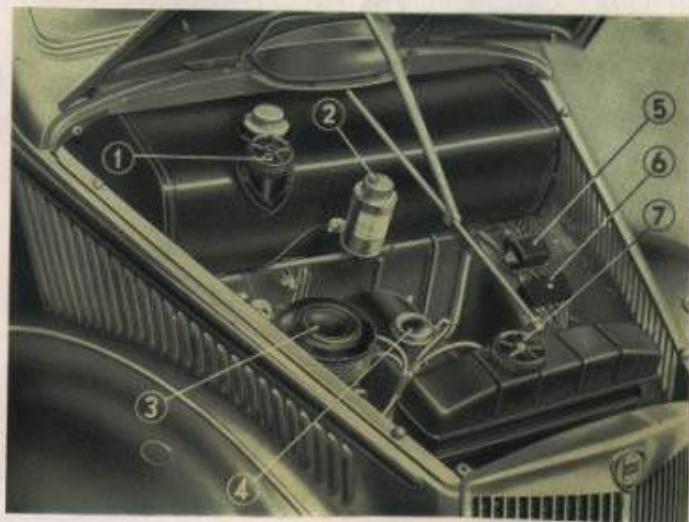

Fig. 41. Vista anteriore con cofano alzato.
della fiancata destra, sotto il cofano, e contiene 6 valvole fusibili di 15 Amp. ciascuna (vedi fig. 41).
Nel circuito dei fari è inserita una elettrocalamita (5) a due interruttori per le segnalazioni luminose ed è applicata immediatamente sopra la scatola delle valvole (vedi fig. 41).